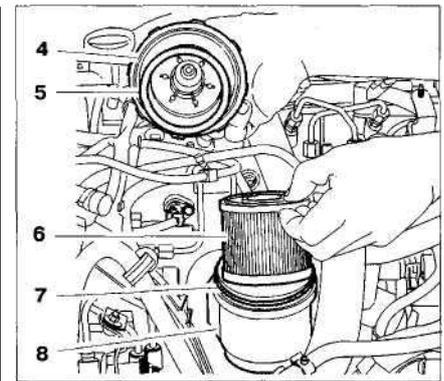

Рис. 7.31. Снимите крышку 4, гофрированную шайбу 5, фильтрующий элемент 6 и сальник 7 топливного фильтра.
7. Снимите крышку 4, гофрированную шайбу 5, фильтрующий элемент 6 и сальник 7 топливного фильтра (рис. 7.31).